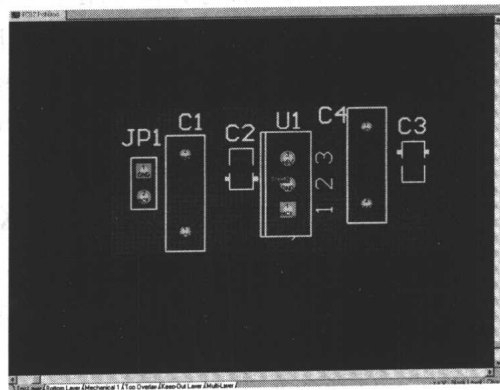

图 1-2 印制电路板的实例
(2) 印制电路板的设计 (*.pcbdoc)。主要产生 *.pcbdoc 文件，可直接用于电路板的生产。图 1-2 所示的 PCB 图就是用 Protel DXP 设计完成的。